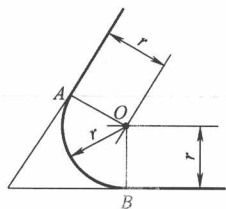

图 1-25 圆弧与两条相交直线相切的画法
(1)圆弧与两相交直线相切(图 1-25) 先划出两条已知相交直线,再以相切圆半径 r 为距离作两条分别平行于相交直线的线条,其交点 O 就是相切圆弧的圆心。以 O 为圆心, r 为半径作圆弧,即得相切圆弧。